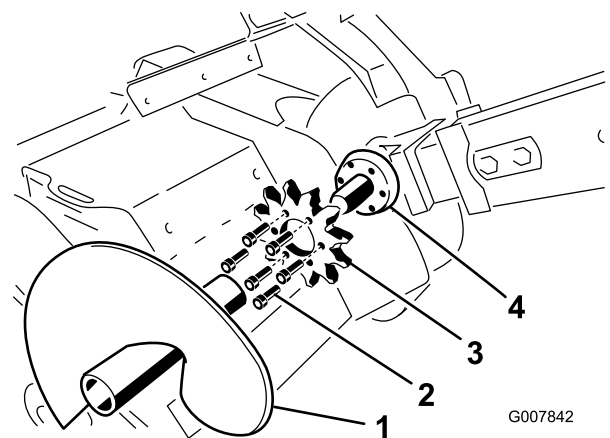

Figure 61
3. Enlevez la vis sans fin de déblayage (Figure 61).
8. Enlevez les six boulons de fixation du pignon d'entraînement (Figure 61).
9. Déposez le pignon d'entraînement et mettez-le au rebut (Figure 61).
10. Nettoyez la surface de montage du pignon sur la trancheuse (Figure 61).
11. Glissez le nouveau pignon d'entraînement sur l'arbre (Figure 61).
12. Vissez à la main les 6 boulons dans le pignon (Figure 61).